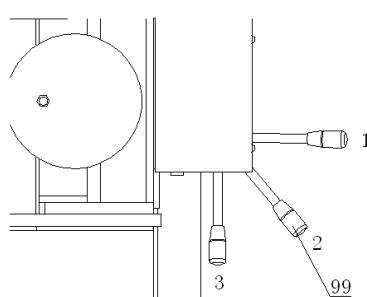

Figura 10
Ponga la palanca de selección (99) en la posición 3. (Figura 10).
Ponga la palanca de selección (99) en la posición 1. (Figura 10)